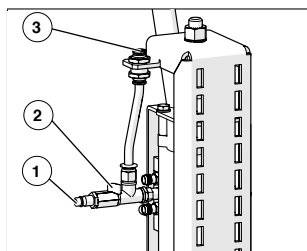
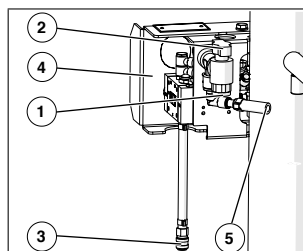
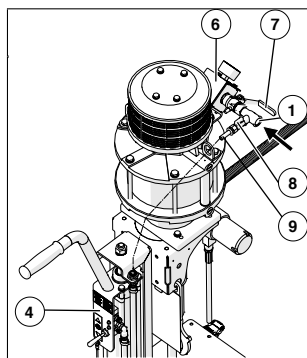
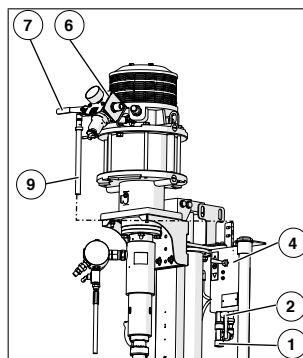

FIG. 25 – Raccord d'air comprimé sur l'élévateur à une colonne
FIG. 26 – Raccord d'air comprimé sur l'élévateur à deux colonnes
FIG. 27 – Raccord d'air comprimé sur l'élévateur à une colonne en combinaison avec le moteur d'air ≥ 200 , course 410 mm
FIG. 28 – Raccord d'air comprimé sur l'élévateur à une colonne en combinaison avec le moteur d'air ≥ 200 , course 410 mm
- Raccordez la conduite d'air comprimé sur le raccord d'air comprimé de la machine. Le raccord d'air comprimé se trouve sur l'unité de réglage de l'élévateur (Fig. 25 et Fig. 26). Une exception est l'utilisation de l'élévateur en combinaison avec un moteur d'air ≥ 200 . L'air comprimé est raccordé à l'entrée d'air du moteur d'air, débloqué et bloqué (Fig. 27 et Fig. 28).